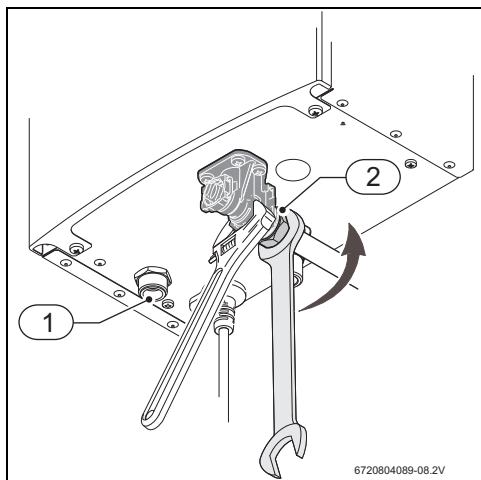

Fig. 15 Collegamento dell'acqua
- ▶ Durante il serraggio del raccordo AFS presso il gruppo acqua, utilizzare chiave e controchiave come mostrato nella Fig. 15.
- ▶ Effettuare i collegamenti di ingresso (Fig. 15, [2]) e di uscita (Fig. 15, [1]) dell'acqua utilizzando gli accessori di raccordo adatti.